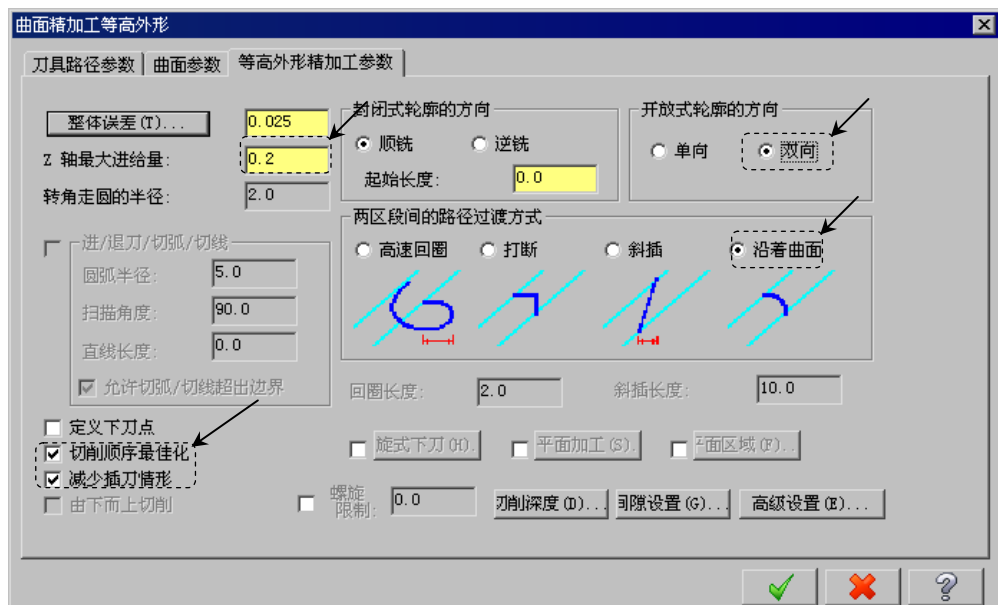

图 17.32 “等高外形精加工参数”选项卡
Step8. 设置等高外形精加工参数。在“曲面精加工等高外形”对话框中单击 **等高外形精加工参数** 选项卡，设置图 17.32 所示的参数。